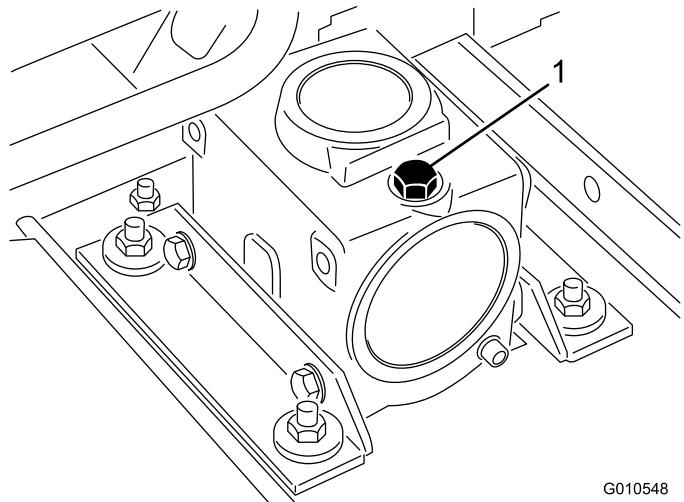

Figure 19
2. Placez la machine et le plateau de coupe sur une surface plane et horizontale, et abaissez le plateau de coupe. Retirez le bouchon de remplissage-jauge au sommet du boîtier d'engrenages (Figure 19) et vérifiez que le niveau de lubrifiant se situe entre les repères sur la jauge. Si le niveau de lubrifiant est bas, ajoutez de l'huile pour engrenages SAE 80-90 jusqu'à ce que le niveau se situe entre les repères.